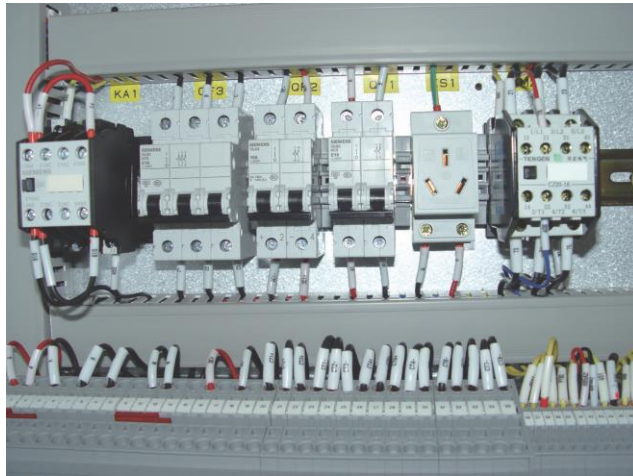

图 6.1 控制柜布局
- 2) 客户现场配电室将 AC220V 电源或者 DC220V 电源送至 THSVG，闭合图 6.1 所示 THSVG 控制柜内 AC220V 电源空气开关 QF1 或者 DC220V 电源空气开关 QF2，为 THSVG 二次系统供电。
4) 客户现场配电室将 380V 电源送至 THSVG，闭合 THSVG 控制柜风机电源空气开关 QF3。电源送达后按住控制风机的中间继电器 KM2 凸起（如图 6.1 所示）或相应接触器的动铁芯大约 2 秒，松开，观察风机转向是否与图标一致。如不一致，调整任意两相相序。